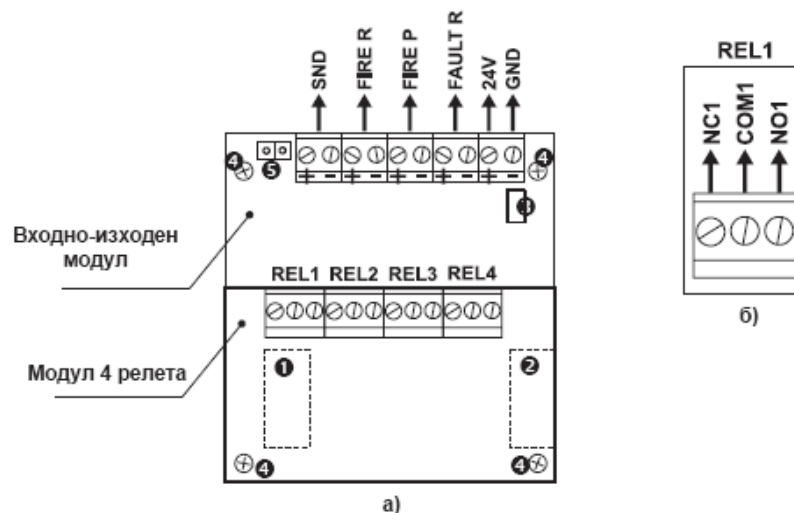

Abbildung 11. Ausgangsmodul mit eingebautem Modul mit 4 Relais.
- REL1, REL2, REL3 и REL4 – programmierbare Relaiskontakte, 24VDC@15A. Jedes Relais verfügt über einen normal geöffneten (NO) sowie einen normal geschlossenen (NC) Kontakt mit gemeinsamen Minus, welche zu einer Klemme führen. Bei Aktivierung des jeweiligen Relais (Ausgang) schließt sich der normale offene Kontakt zu und der normale geschlossene Kontakt öffnet sich. S. Abbildung 11 b.